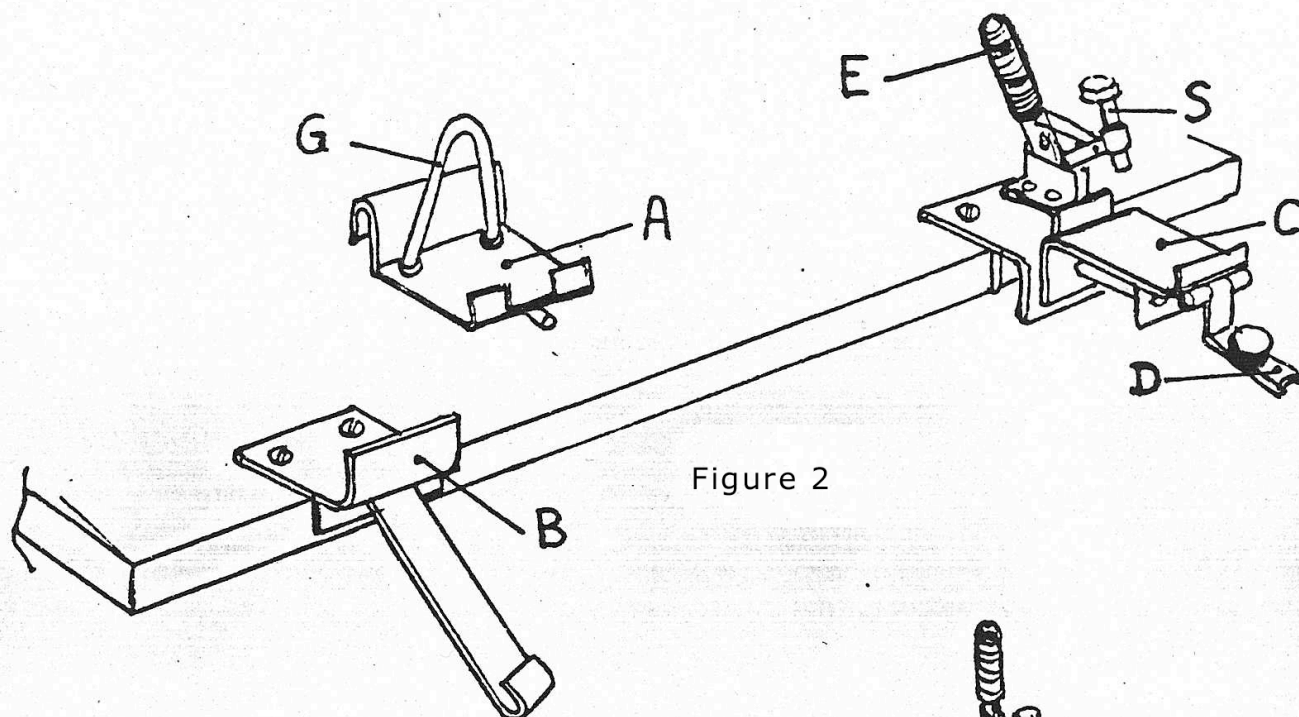

Figure 2
1.3 Maintenant que les deux supports de votre appareil sont installés, nous vous proposons de fixer un ski sur ce système comme vous le montre la figure 2.